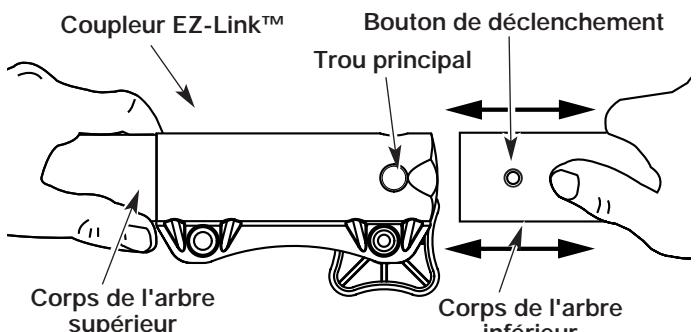

Fig. 7
2. Tenez fermement l'accessoire et enfoncez-le tout droit dans le coupleur EZ-Link™ (Fig. 7).